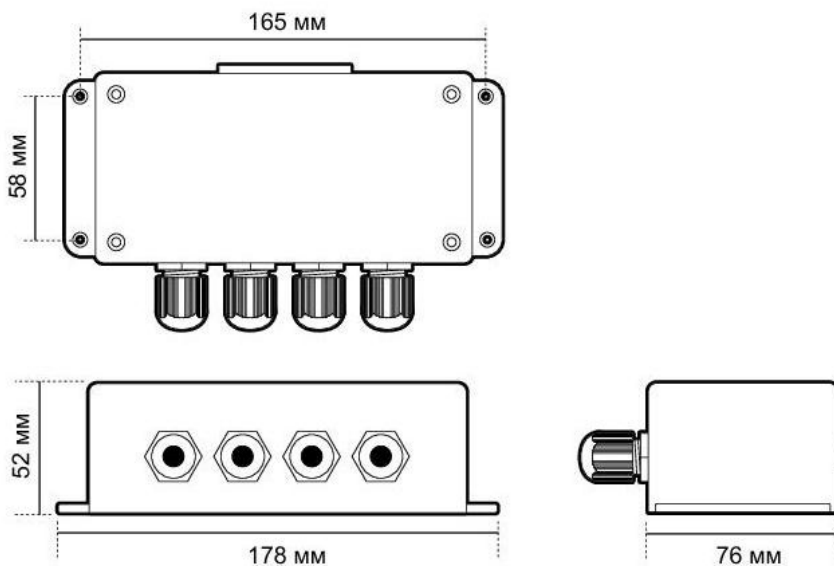

Рис. 37 Размеры клеммной коробки
- Вокруг клеммной коробки должно быть достаточно места для укладки кабелей. На Рис. 37 приведены размеры клеммной коробки.